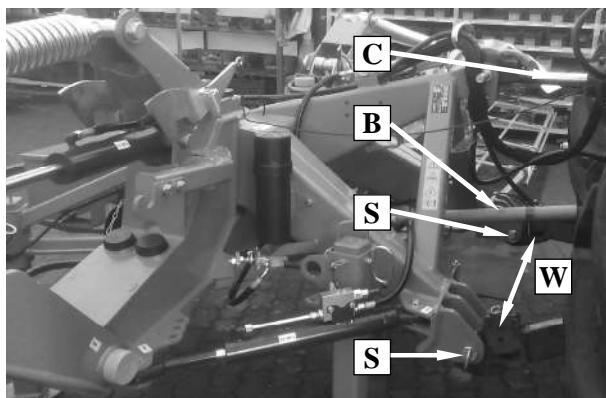

Рис. 12. Косилка подключена к трактору
- и установить шкворни (**S**) косилки в вешалках (**W**) нижних тяг трактора (**Рис. 12**),
- подключить шарнирно-телескопический вал (**B**) (**Рис. 12**). В случае потребности сократить вал согласно с пунктом 5.1.2.,